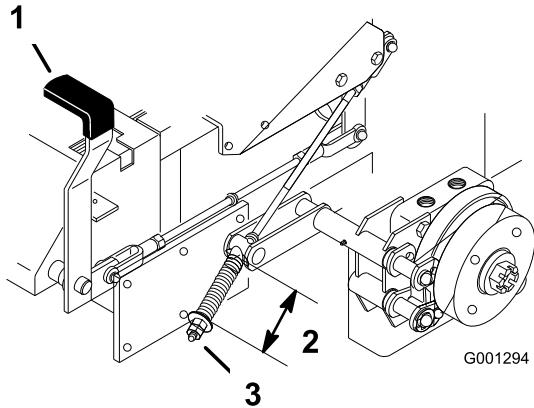

Figura 56
2. Mida la longitud del muelle. La medida debe ser de 64 mm (2-1/2 pulg.) entre las arandelas (Figura 56).
3. Si es necesario un ajuste, quite el freno de estacionamiento, afloje la contratuerca que está debajo del muelle y ajuste la tuerca que está directamente debajo del muelle (Figura 56). Gire la tuerca hasta obtener la medida correcta. Gire la tuerca en el sentido de las agujas del reloj para acortar el muelle y en el sentido contrario a las agujas del reloj para alargar el muelle.